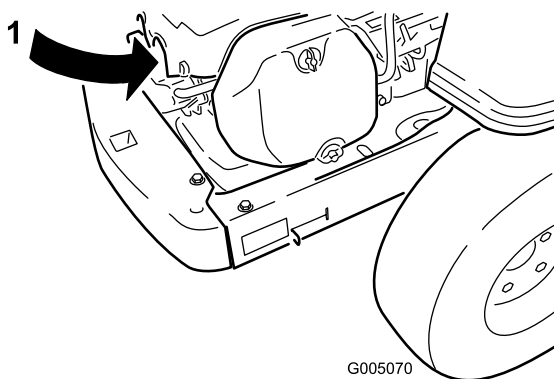

Figure 31
2. Débranchez le fil de la bougie (Figure 31). Nettoyez la surface autour de la bougie pour éviter que des impuretés n'endommagent le moteur en tombant à l'intérieur.
3. Reconnectez le fil à la bougie (Figure 31).